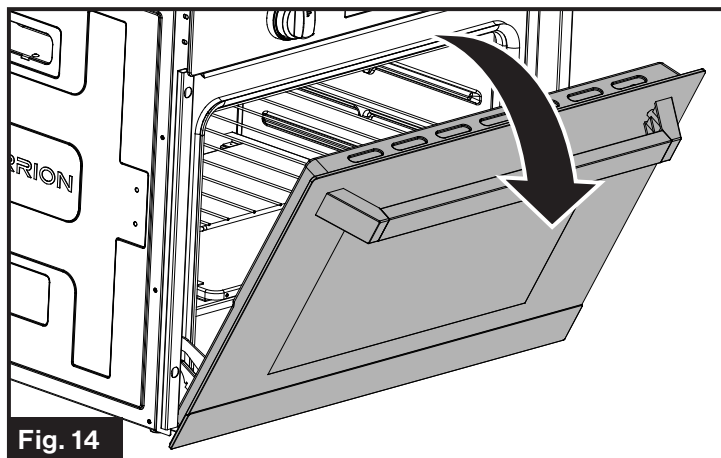

Fig. 14
2. Ouvrez la porte jusqu'à sa position complètement ouverte. (Fig. 14)